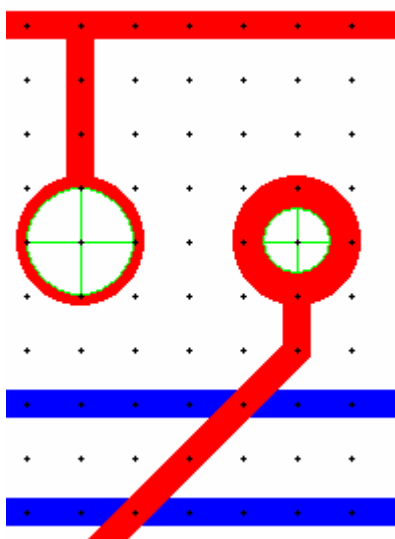

Figura 3.29. Cambiando los Valores de un Entidad
**Paso 3:** Cambiar el diámetro de este orificio de 49.99 mils a 31.00 mils. Dar clic en Aceptar y comprobar el cambio resultante del orificio, tal como se muestra en la Figura 3.29.